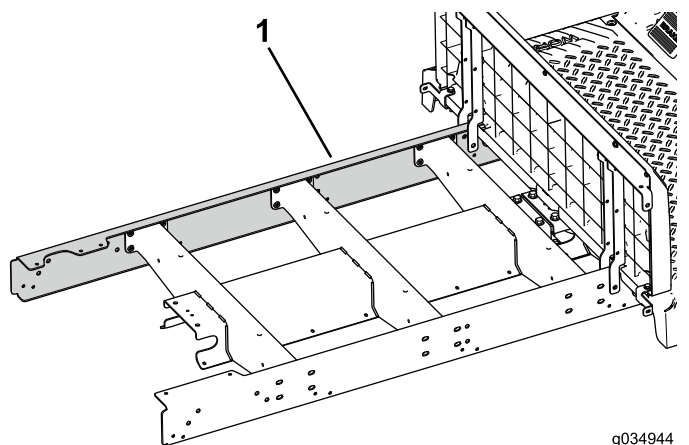

図 25
5. 車体左側にエクステンションレールを仮止めする 図 25。